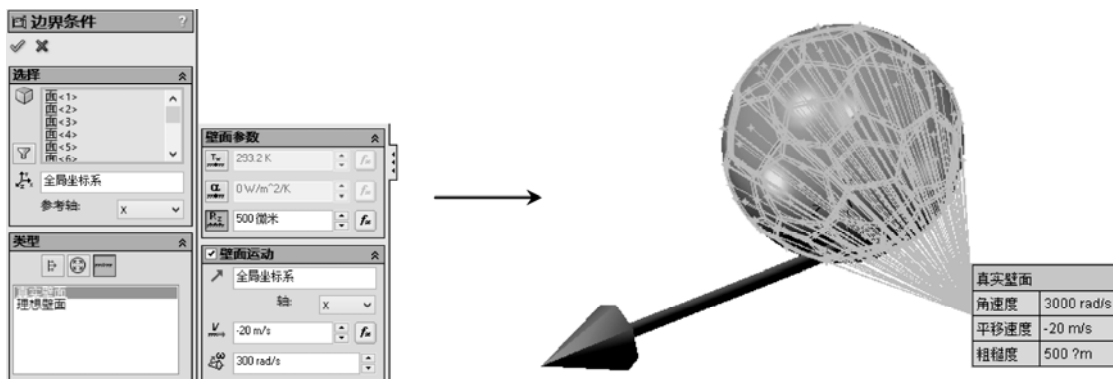

图 12-45 设置壁面条件操作
STEP 3 右击“边界条件”项，选择“插入边界条件”菜单，然后选择所有面，为其设置“真实壁面”边界条件，粗糙度系统默认使用向导中的数值，勾选“壁面运动”复选框，设置径向运动的值为-20m/s，设置旋转的值为 3000r/s，如图 12-45 所示。